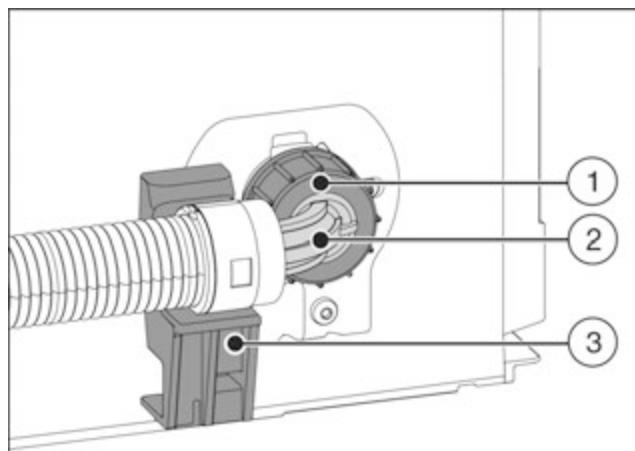

Fig. 23
- Розмістити та утримувати кінець шлангу під кутом Fig. 23 (2) горизонтально на тримачі Fig. 23 (3).
- Накрутити гайку Fig. 23 (1) рукою на різьбу до досягнення надійної міцної посадки.